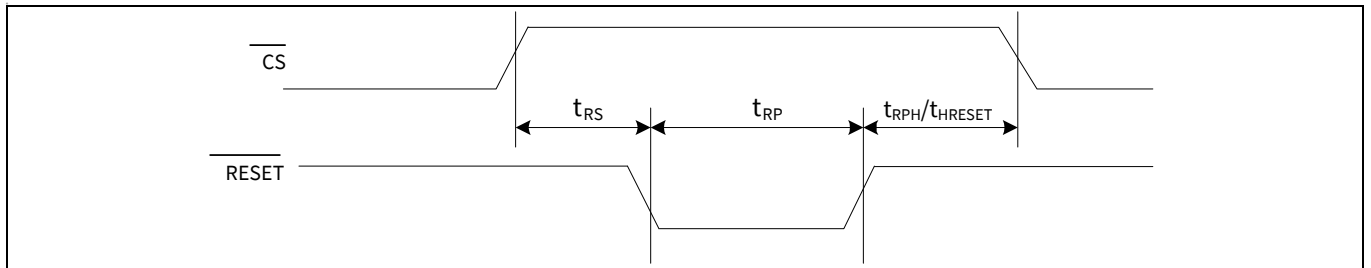
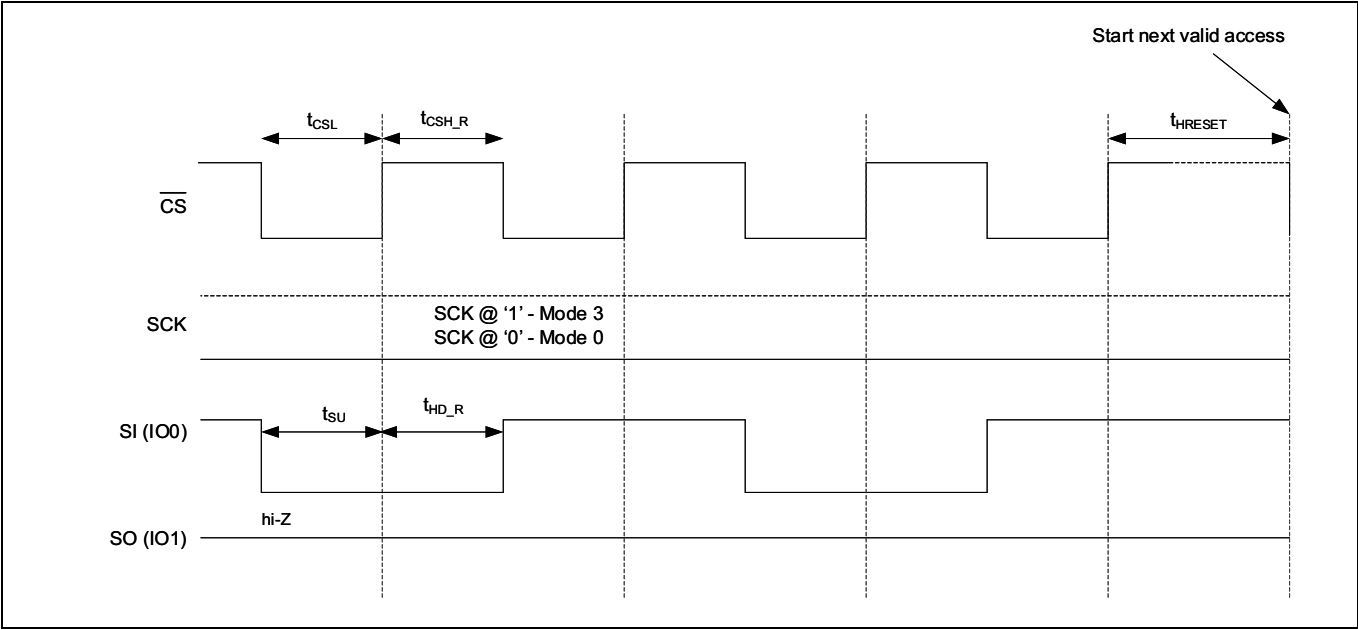

Figure 109 SPI 模式下的 $\overline{\text{RESET}}$ 时序 — QUAD 被设置 (CR1[1]=1) 或 QPI 被使能 (CR2[6]=1)
Figure 111 JEDEC SPI 复位
硬件复位输入 ($\overline{\text{RESET}}$) 被复用在 ($\overline{\text{RESET}}$ / I/O3) 上, 并且在 CY15x116QSN 器件中作为低电平有效信号。请查阅 Table 21, 了解各种 SPI 接口的硬件复位 ($\overline{\text{RESET}}$) 引脚配置。当 $\overline{\text{RESET}}$ 引脚被置为低电平时, CY15x116QSN 则将自初始化, 并使其配置设置返回到上电状态。请查阅 Table 59, 了解 $\overline{\text{RESET}}$ 周期后各种不同的寄存器配置。一旦发送 $\overline{\text{RESET}}$, 从 $\overline{\text{RESET}}$ 的上升沿算起, CY15x116QSN 将需要 $t_{\text{RPH}}/t_{\text{HRESET}}$ 时间来完成复位周期。在 t_{RPH} 期间, 不能访问 CY15x116QSN。Figure 109 至 Figure 111 显示了不同复位模式中的 $\overline{\text{RESET}}$ 时序。
- 在 QPI 模式下, $\overline{\text{RESET}}$ 引脚被复用在 I/O3 上。在该模式下, 要想使用硬件复位 ($\overline{\text{RESET}}$), 必须将 CR2 [5] 位设置为 1。这样, 在 $\overline{\text{CS}}$ 为高电平时, 可以将 I/O3 作为 $\overline{\text{RESET}}$ 输入使用。Figure 109 显示了 QPI 模式下的 $\overline{\text{RESET}}$ / (I/O3) 时序。
请参考 Figure 111, 了解详细时序。